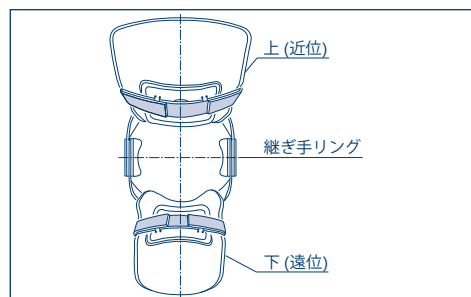

図 3: 前方引き出し
- 例えば前方不安定 (引き出し) の場合、両膝窩パッド (図 3) により 4点支持システムができます。